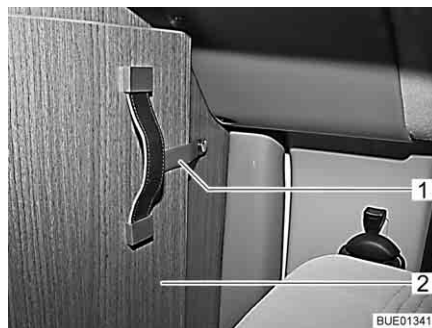

Bild 56 Låsband
- Lossa låsbandet (Bild 56,1) från den fällbara delen av skiljeplattan till förarhytten (Bild 56,2).